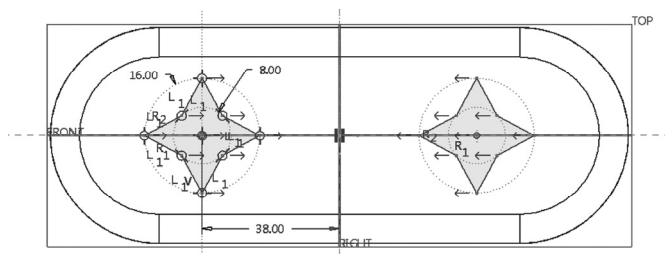

图 5-146 绘制闭合图形
6) 绘制图 5-146 所示的图形，单击 (确定) 按钮。